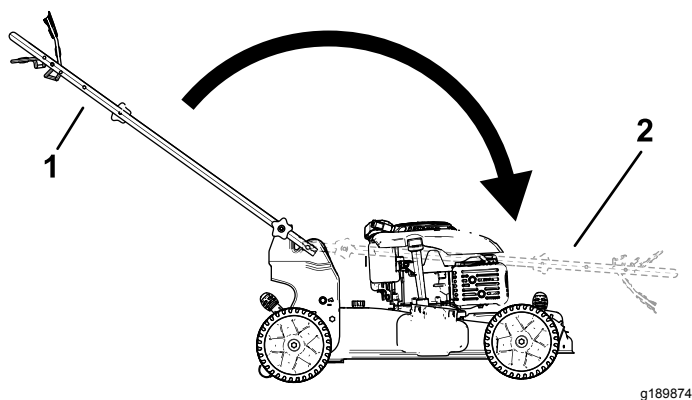

Figure 19
2. Repliez le guidon en le faisant pivoter en avant (Figure 19).